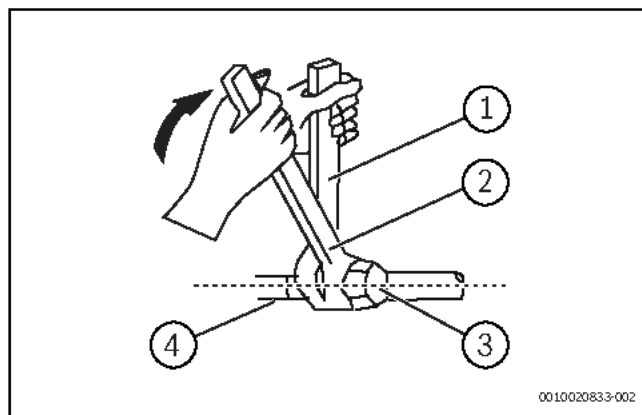

Fig. 4
- Determinați locația de instalare, luând în calcul distanțele minime (→ Fig. 4).